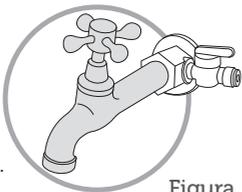

Figura 2
- 4- Passe a fita veda rosca também na torneira, que foi retirada no passo 2, para recolocá-la no lugar, evitando vazamentos. Encaixe a torneira conforme figura 2.